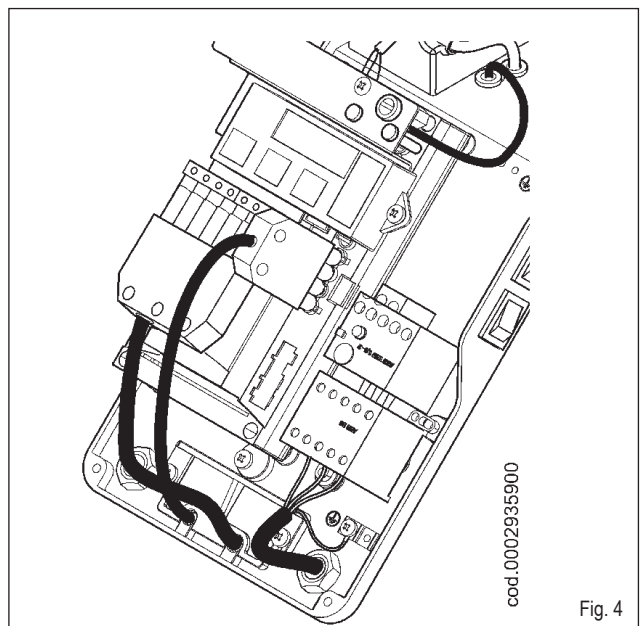

Fig. 4
- Установите зажимную пластинку, как на рисунке 3. Поверните эксцентрик (6) так, чтобы пластинка должным образом надавила на два провода, после этого закрутите винты фиксации пластинки. Наконец, соедините два разъема, 7-ми- и 4-штырьковый (смотрите рисунок 4).
- Отсоединив провод розжига и ионизации 10 от соответствующих электродов полностью выньте узел смесителя в направлении, указанном стрелкой 9 (рисунок 4).